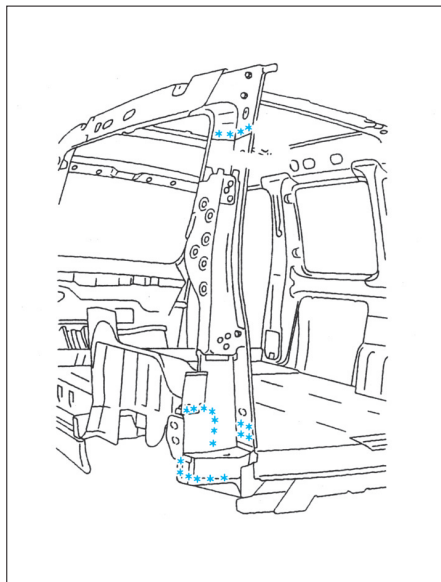

FIG. 155
- Découper par fraisage des points (Fig.155).